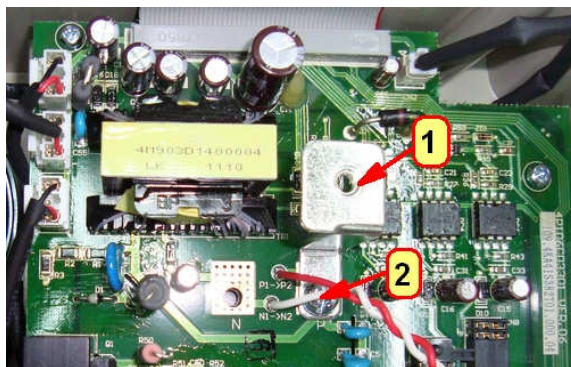

Рис.7.17
7.10.5. Установить на площадке Р платы шину 1, закрепить ее, вкрутив винт 2 (рис.7.17).